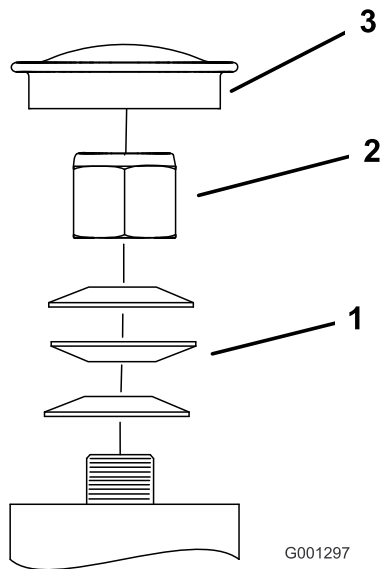
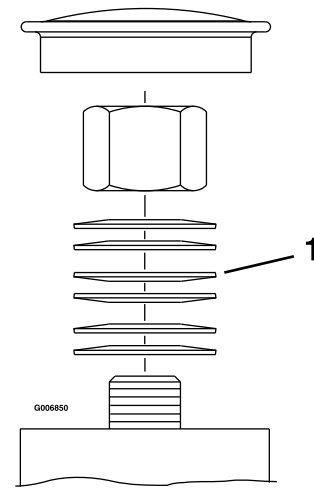

Figure 44
Figure 45
3. Retirez le chapeau de protection de la roue pivotante et serrez le contre-écrou (Figure 44 et Figure 45).
4. Continuez de serrer le contre-écrou jusqu'à ce que les rondelles élastiques soient aplaties, puis desserrez-le de 1/4 de tour pour obtenir la précharge correcte des roulements (Figure 44 et Figure 45).
Important: Veillez à placer les rondelles élastiques comme illustré à la Figure 44 et la Figure 45.